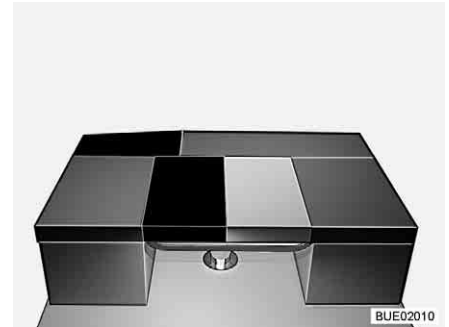

Bild 153 Efter ombyggnaden
- Ryggdynan för sidosittbänken för L-sittgruppen läggs längst på bordet (se Bild 153).